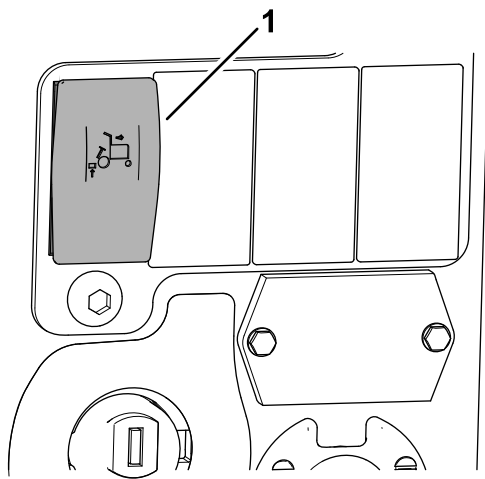

Figura 38
1. Premete l'interruttore del sollevamento limitato automatico in retromarcia in posizione ACCESO (Figura 38).
4. Per disattivare il sollevamento limitato automatico in retromarcia, premete l'interruttore di sollevamento limitato automatico in retromarcia in posizione SPENTO (Figura 38).